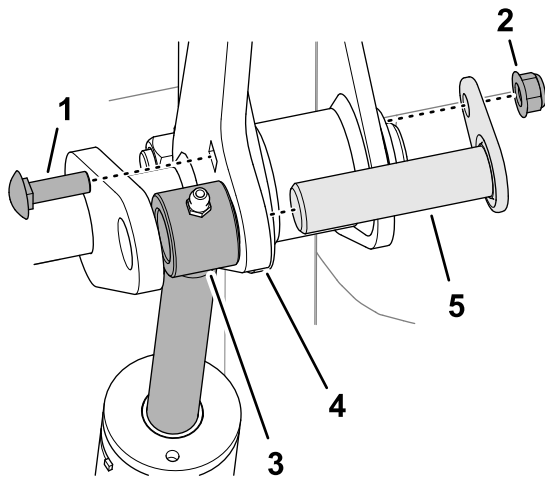

**Figura 18**
5. Monte el cilindro de elevación del apero trasero en el eje de montaje del bastidor trasero (Figura 18).